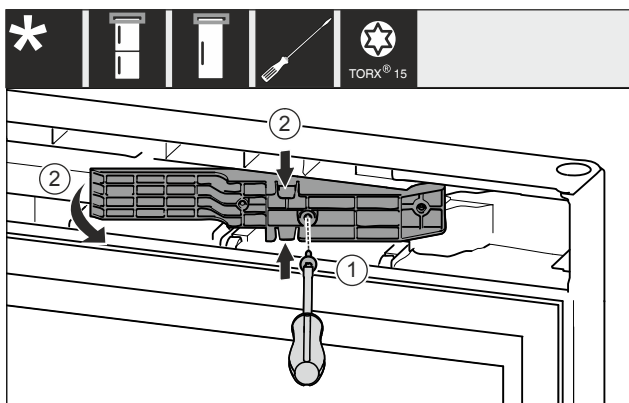

Fig. 12\*
- ▶ Schroeven met schroevendraaier T15 losdraaien. Fig. 12 (1)\*
- ▶ Adapterstuk eruit trekken. Fig. 12 (2)\*